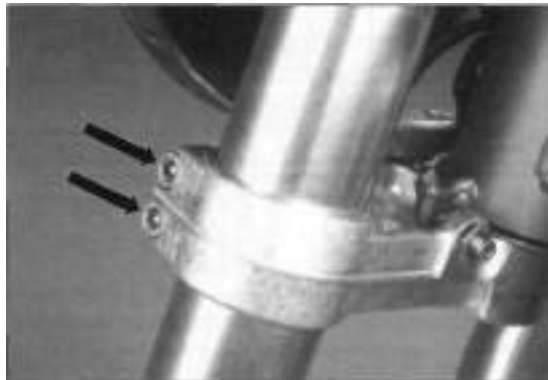

Bild 225
- Gabelbrücken-Klemmung (oben Bild 54; unten Bild 225) lockern. Gabelbein nach unten herausführen.